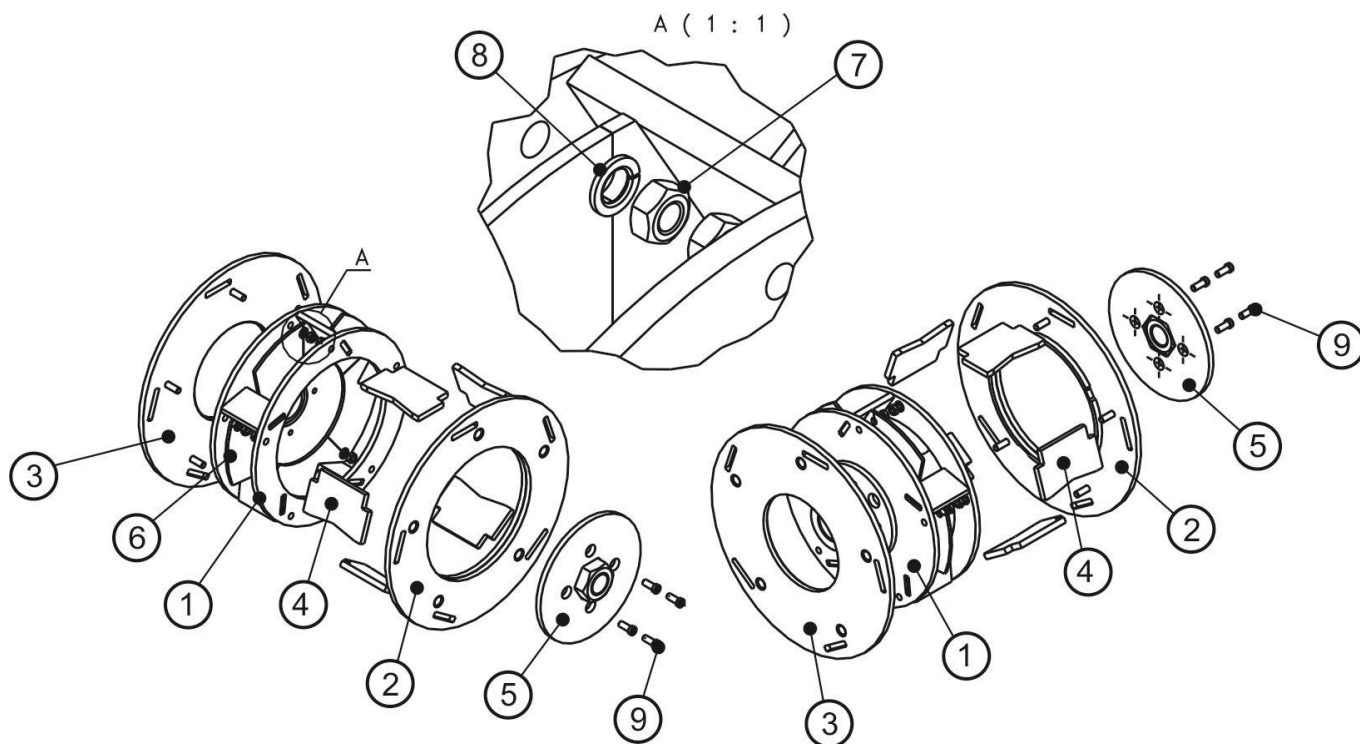

Рис. 3 Ротор-ускоритель.
Ротор-ускоритель (Рис. 3) состоит из: корпуса ТКА2-02.100 (1) с приварной втулкой, кольца ротора ТКА2-02.200 (2), диска ротора ТКА2-02.300 (3), ускорителей (сменных пластин) ТКА2-02.002 (4), крышки ротора ТКА-12.000 (5), сегментов подкладных ТКА2-02.003 (6).